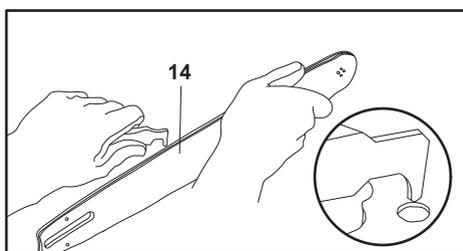

Fig. 63
3. Compruebe el engranaje de transmisión (23). Si está desgastado o dañado debido al esfuerzo, deberá sustituirlo un centro de servicio autorizado.
4. Limpie los residuos de los raíles de la espada (14) con un destornillador, una espátula, un cepillo de alambre u otra herramienta similar. Esto mantendrá abiertos los conductos de aceite para suministrar la lubricación adecuada a la espada (14) y a la cadena (15) (Fig. 63).